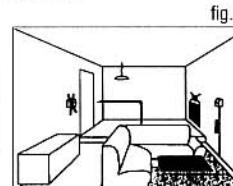

fig. 1
1. Suchen Sie eine Position, in der die Temperatur konstant ist und die nicht in der Nähe einer Tür, eines Heizkörpers oder einer Klimaanlage liegt. (siehe Bild 1). Man kann, falls vorhanden, den alten, mechanischen Thermostaten direkt ersetzen. (ACHTUNG!! Schalten Sie den Hauptstrom ab, bevor Sie den Thermostaten installieren).